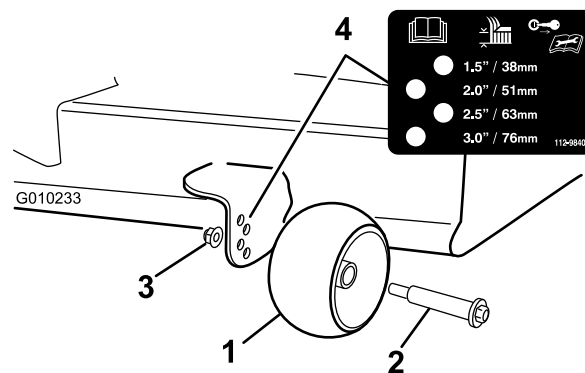

Figure 23
3. Réglez les galets anti-scalp comme illustré à la Figure 23 pour correspondre à la position de hauteur de coupe la plus proche.